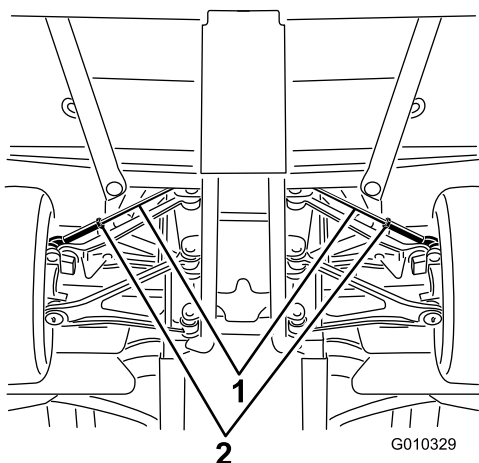

Figura 66
A. Desaperte a porca de retenção no centro da barra de ligação (Figura 66).